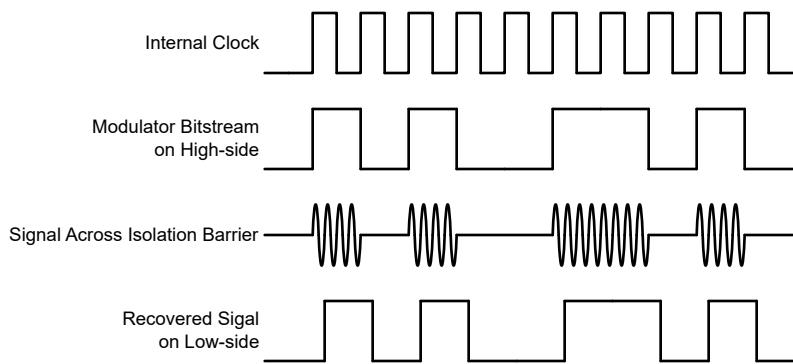

図 7-1. OOK ベースの変調方式
図 7-1 に示されているように、AMC0x11R-Q1 は、オン / オフ キーイング (OOK) 変調方式を使用して、変調器の出力ビットストリームを、 SiO_2 ベースの絶縁膜間で伝送します。送信ドライバ (TX) をに 機能ブロック図 示します。TX は、内部で生成された高周波キャリアを絶縁バリア越しに送信し、デジタル 1 を表現します。ただし、TX はデジタル 0 を表す信号を送信しません。AMC0x11R-Q1 で使用されるキャリアの公称周波数は 480MHz です。